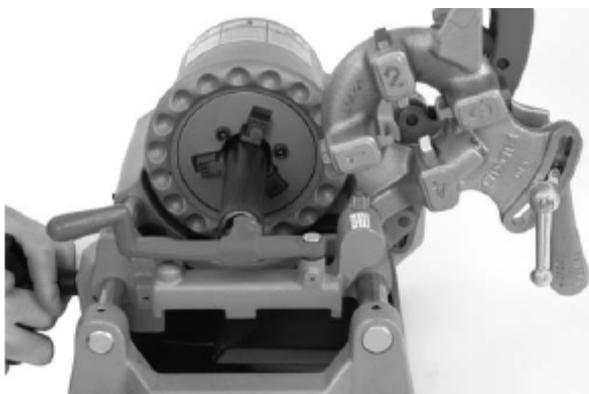

图10 — 用334铰刀铰孔
1. 放下铰刀，移动至铰孔位置（见图10）。
3. 移动桥架，直至完成铰孔工作（见图10）。